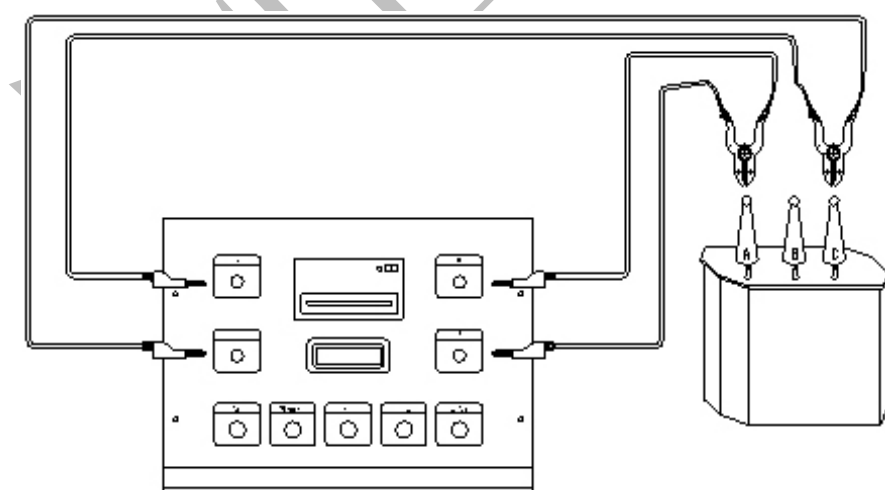

图5 带打印机型YDZ测试线与仪器的接法
3、仪器配备4根测试线，2根粗线（红色）为电流线，2根细线（黑色）为电压测试线。粗线一端分别接在两个红接柱上，细线一端分别接在黑接柱上。另一端分别接在测试钳的两片接触片上，测试被试品的接线示意图如图5、图